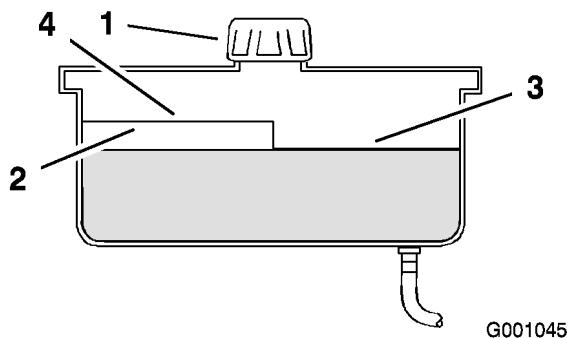

Figure 65
2. Nettoyez la surface autour du goulot de remplissage du réservoir hydraulique (Figure 65).
3. Enlevez le bouchon du goulot de remplissage et vérifiez si le réservoir contient du liquide (Figure 65).
- Remarque:** Lorsque l'huile est chaude, le niveau de liquide doit atteindre le haut du repère "à chaud" sur le déflecteur (Figure 65).